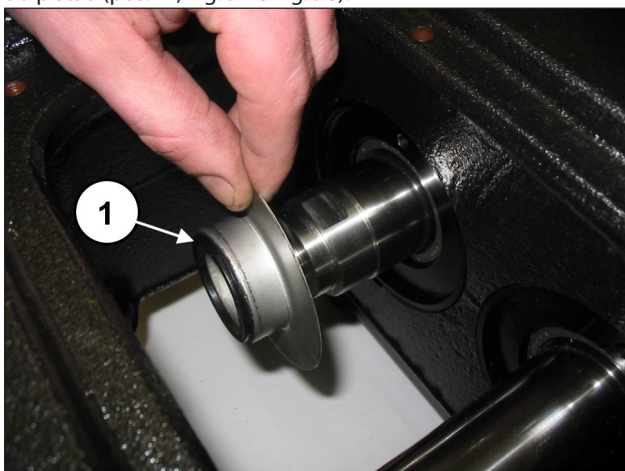
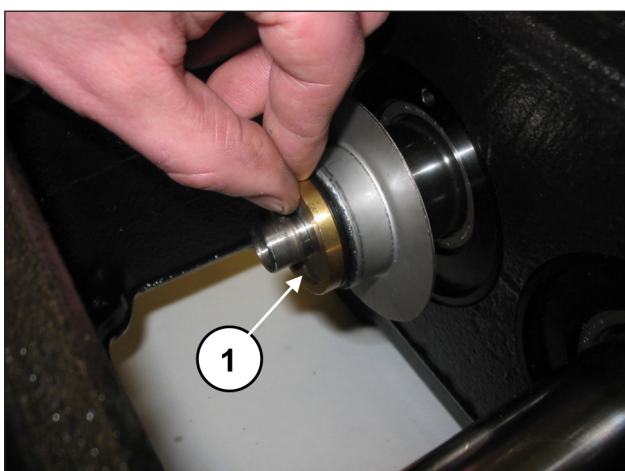

Fig. 97
Fig. 98
Posicione as proteções contra respingos e o anel espaçador das proteções contra respingos no local sobre a haste da guia do pistão (pos. ①, Fig. 97 e Fig. 98).